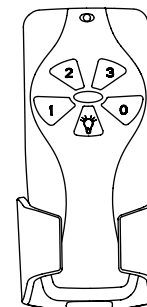

Fig. 26
Étape 3: Les touches contrôlant la vitesse et la lumière du ventilateur sont les suivants: (Fig 26)